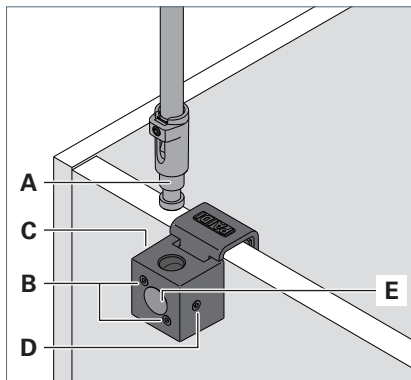

Fig. 2: Montaggio dell'apparecchio d'illuminazione su una superficie di montaggio verticale.
- ▶ Fissare il morsetto da tavolo alla superficie di montaggio utilizzando le viti **B**, vedi Fig. 2.